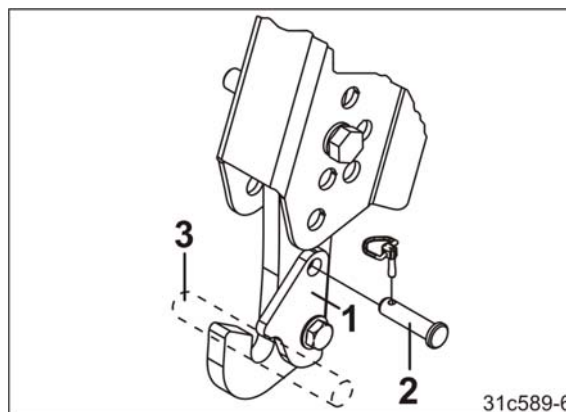

Fig. 108
2. Løsn sikringslaskerne (Fig. 108/1).
- 2.1 Træk boltene (Fig. 108/2) ud.
5. Tag maskinen nederste koblingspunkter (Fig. 108/3) op med fangkrogene.
7. Drej låselaskerne (Fig. 108/1) og fastgør dem med en bolt (Fig. 108/2). Lås boltene med ringsplitter.